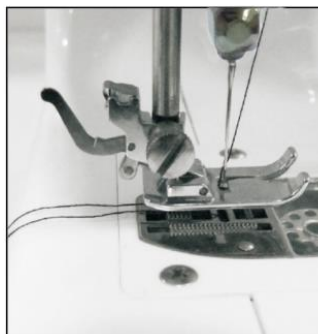

Bild 10
- 5) Sätt tillbaka locket till spolkorgen, skilj trådarna åt och dra dem bakåt. Låt ungefär 15 cm tråd hänga löst (bild 10).